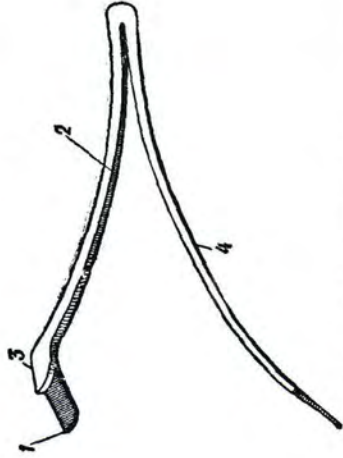

Рис. 13. Боевая пружина:
14. Боевая пружина (рис. 13) служит для сообщения курку быстрого вращательного движения для удара по капсюлю патрона.